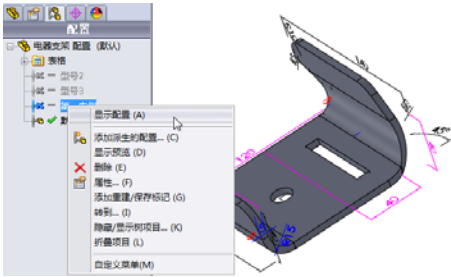

图 7-9 快捷菜单
- 3. 右击要应用型号，在弹出的快捷菜单中选择 [显示配置] 命令，如图 7-9 所示。